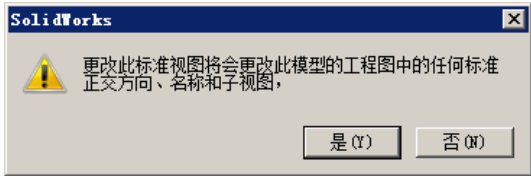

图 3.3.22 “SolidWorks”对话框（一）
-  按钮: 单击此按钮, 可以重新设置所选标准视图方位 (标准视图方位即系统默认提供的视图方位), 但在此过程中, 系统会弹出图 3.3.22 所示的“SolidWorks”对话框 (一), 提示用户此更改将对工程图产生的影响, 单击对话框中的  按钮, 即可重新设置标准视图方位。